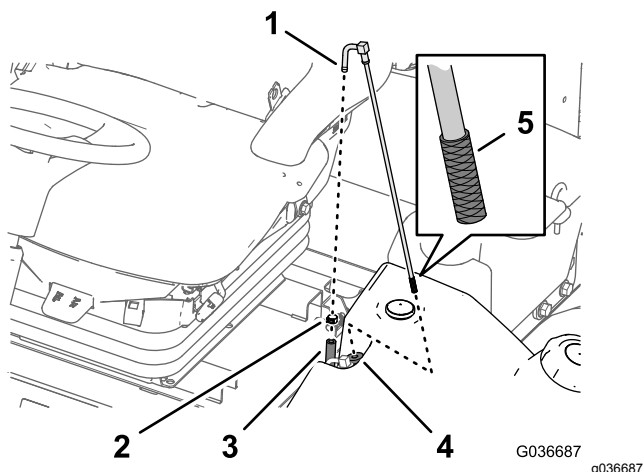

図 73
1. 燃料供給ホースを燃料供給チューブに固定しているホースクランプを外す 図 73。
2. フィッティングからホースを取り外す 図 73。
3. 燃料タンクから燃料供給チューブを取り出す 図 73。
4. 燃料供給チューブの端部のスクリーンにたまっているごみでいねいに取り除く 図 73。
5. ゴム製ブッシュを通して燃料タンク内部へ燃料供給チューブを挿入する 図 73。